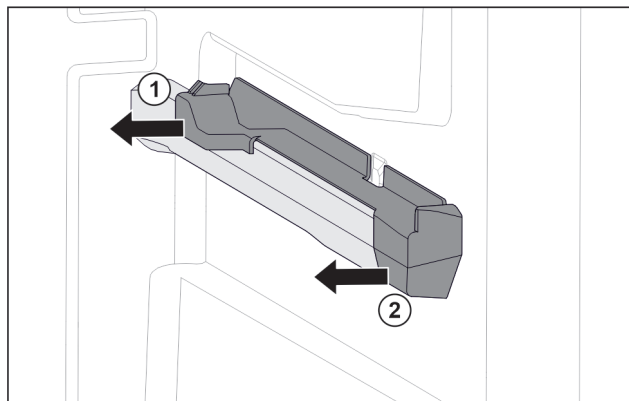

Fig. 103 Násuvný diel na pravom rebre nádoby
- ▶ Stiahnite násuvný diel vzadu do strany. Fig. 103 (1)
- ▶ Stiahnite násuvný diel vpredu do strany. Fig. 103 (2)